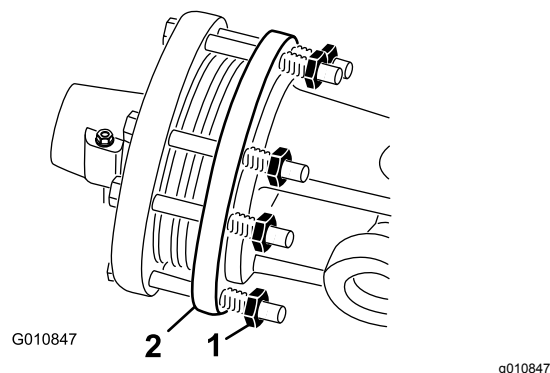

Рисунок 49
1. По окончании сезона отверните каждую гайку муфты на 2 оборота (Рисунок 49).